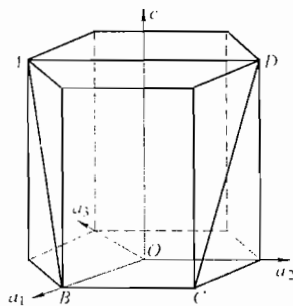

图 43-1 第二题第 2 小题图
2. (4 分) 写出图 43-1 所示六方晶胞内 ABCDA 晶面的密勒-布拉菲晶面指数，以及 \overline{AB} 、 \overline{BC} 、 \overline{CD} 晶向的密勒-布拉菲晶向指数。